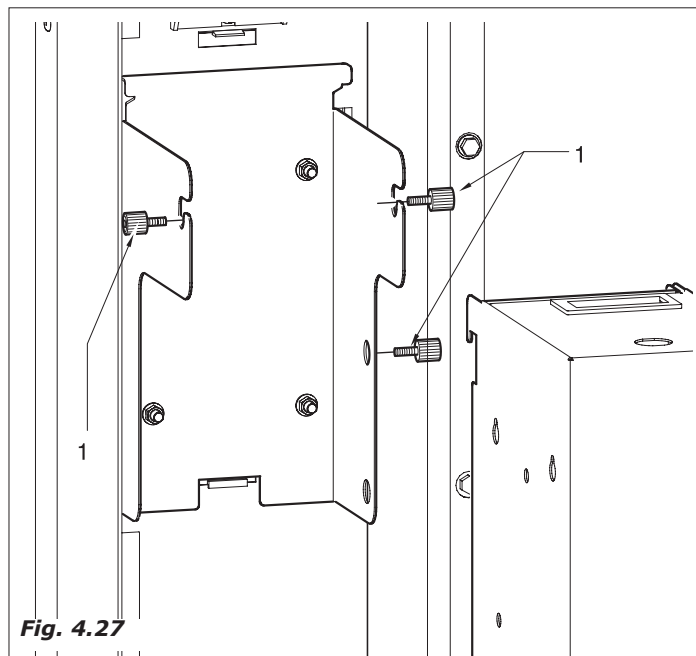

Fig. 4.27
- Bloccare la staffa attraverso i 3 pomoli (Fig.4.27-pos.1).